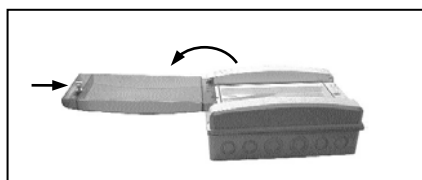

Abb. 1
1. Entfernen Sie das Sichtfenster (Abb. 1).